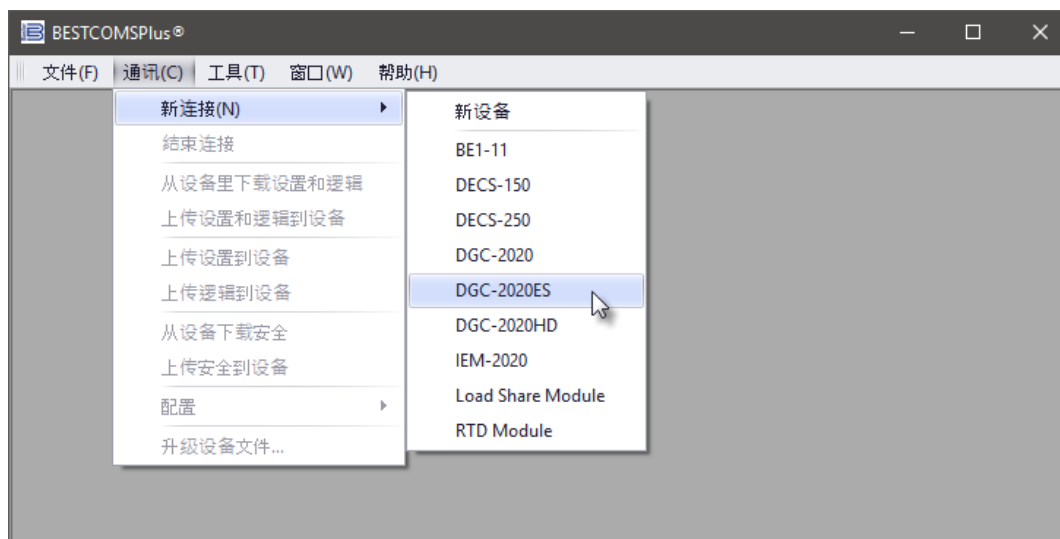

图 5-3. 通讯下拉菜单
**BESTCOMSPPlus** 平台窗口打开。从 **通讯**下拉菜单中选择 **新建连接**，选择 **DGC-2020ES**。见图 5-3。连接到 **DGC-2020ES** 后，**DGC-2020ES** 插件被自动激活。